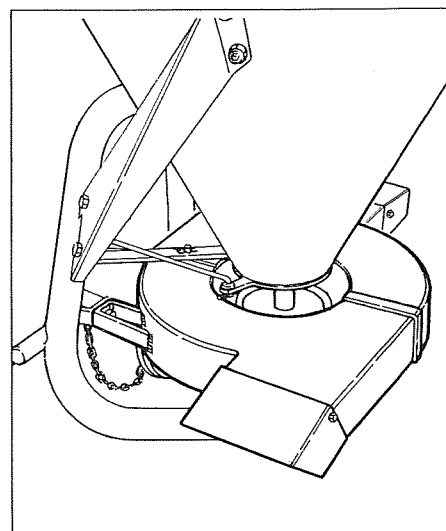

Fig.14
- Appareil pour épandage localisé à 2 sorties (Fig.14)